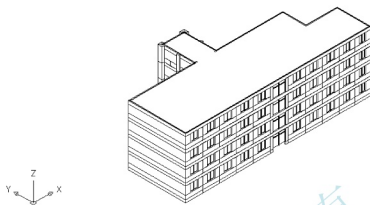

图 6.36 建立屋面模型
(1) 启动【移动】命令(快捷键 M)。
(2) 在**选择对象**:提示下,选择拉伸后的图形。
(3) 在**指定基点或 [位移(D)]<位移>:**提示下,在绘图区域单击任意一点作为【移动】命令的基点。
(4) 在**指定第二个点或<使用第一个点作为位移>:**提示下,输入“@0, 0, 13700”。
(5) 将【墙】、【勒脚】、【门窗框】、【玻璃】和【柱子】图层打开,结果如图 6.36 所示。